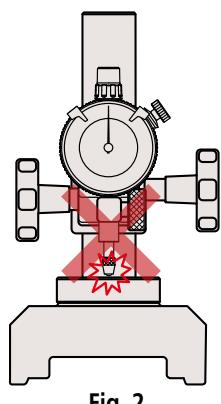

Fig. 2
1. Evite tocar repetidamente la superficie de referencia o la superficie de granito directamente con el punto de contacto, o dejar caer el punto de contacto abruptamente. (**Fig. 2**)